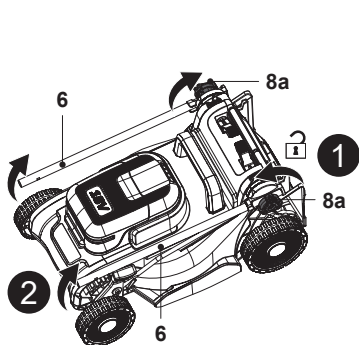

Fig. 1
2. Desaperte o botão de bloqueio (8a) para a esquerda, sem o remover, e, em seguida, desdobre o guiador inferior (6) (Fig. 1, passos 1, 2)